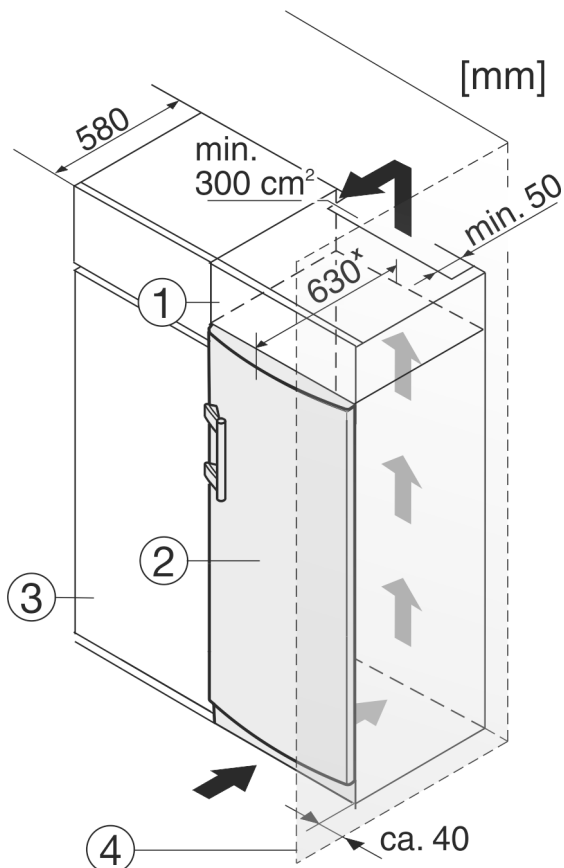

Fig. 10
Het apparaat kan in keukenkasten worden ingebouwd. Om het apparaat Fig. 10 (2) aan de hoogte van het keukenblok aan te passen, kan boven het apparaat een opzetkast Fig. 10 (1) worden aangebracht.
Bij een ombouw met keukenkasten (diepte max. 580 mm) kan het apparaat direct naast de keukenkast Fig. 10 (3) worden opgesteld. Het apparaat steekt er zijdelings 34 mm \* en in het apparaatmidden 50 mm \* ten opzichte van de keukenkastfront uit.
Als het apparaat met de scharnieren naast een wand Fig. 10 (4) wordt geplaatst, moet de afstand tussen het apparaat en de wand minimaal 40 mm bedragen. Dit komt overeen met de uitsteekmaat van de handgreep bij geopende deur.